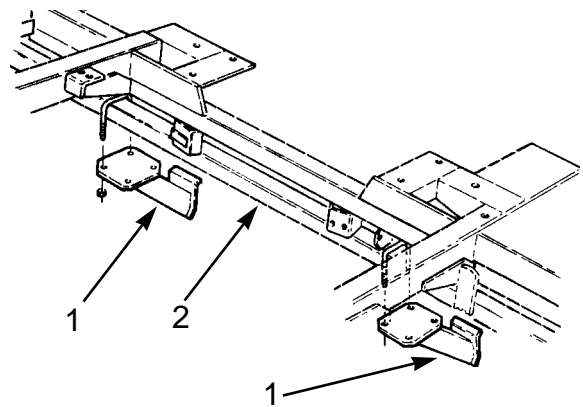

図8
1. No.1 ユニット前部の左右のフレーム・チューブにあるローラ・バンパー用取り付け位置（図8）を確認する。
2. 左右のフレーム・チューブにローラ・バンパーを仮止めする（図8；Uボルトとロックナットを使用）。